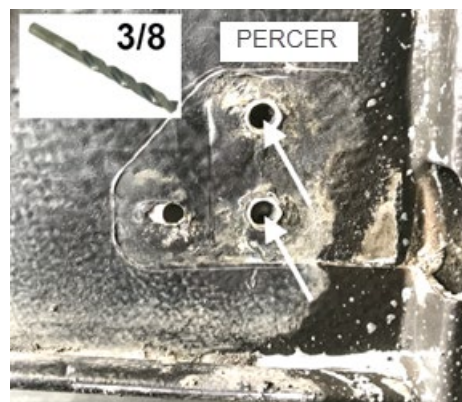

FIGURE 11: ÉCROUS RIVETS DE LA PENTURE INFÉRIURE
3. Enlever les deux écrous rivets en les perçant. Utiliser un foret 3/8". (Figure 11).